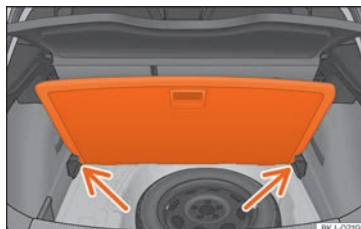

Fig. 119 Plancher de coffre à bagages modulaire : position inclinée.
- Appuyez le plancher contre les logements prévus à cet effet » » » **fig. 119** (flèches).